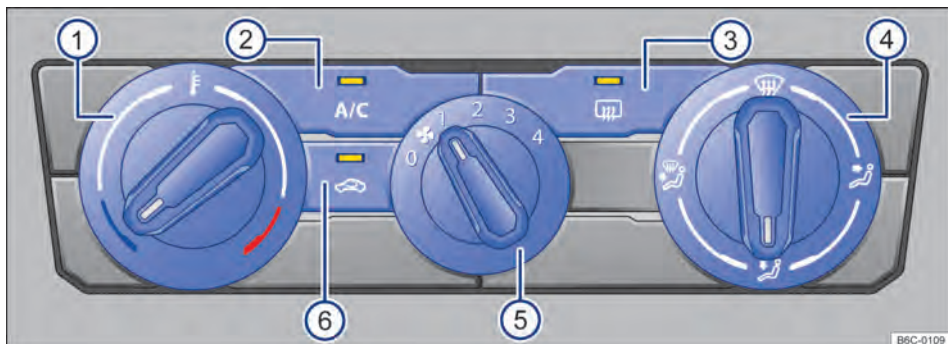

Fig. 84 Comandos do ar-condicionado.
- *Ar-condicionado*: girar o regulador do ventilador para o nível 0 → Fig. 84 \(5\).
- *Ar-condicionado*: girar o regulador rotativo esquerdo → Fig. 84 ①.
- *Ar-condicionado*: girar o regulador do ventilador → Fig. 84 ⑤.
- *Ar-condicionado*: girar o regulador da direita → Fig. 84 ④ para posição desejada.
- *Ar-condicionado*: girar o regulador direito para a posição  → Fig. 84 ④.